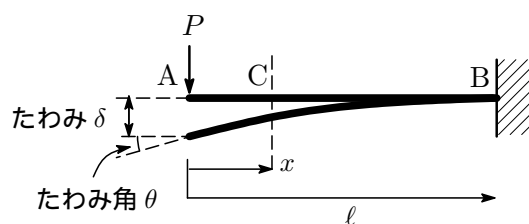

図 6.1: 片持ち梁のたわみとたわみ角
- K 氏：考えすぎでもつかみにくいと思うので具体的に見ていこう。図 6.1 をご覧。外力 P がなした仕事は $W_{ex} = P\delta$ だね。一方内力のなした仕事は $W_{in} = \int M\kappa dx$ 。はりはこの状態がつり合っ